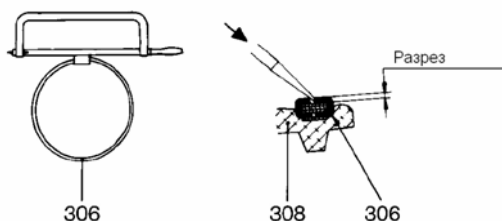

Рисунок 2: Снятие зажимной ленты.
- Снимите всасывающую полость (505) с ротора (401). При этом примите меры, чтобы не повредить изготовленный с высокой точностью ротор.
- Снимите прокладку для всасывающей полости (501).
- Разрежьте пряжку на зажимной ленте (306) с помощью ножовки по металлу, а затем с помощью отвертки отожмите ее в обе стороны. Снимите зажимную ленту (306) с закрывающей втулки (308) (пожалуйста, обратитесь к рис. 2 ниже).